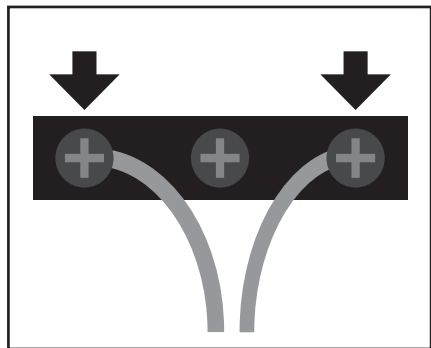

Fig. 22
3. Verwijder afdekkapje limietschakelaar. Kabel aansluiten op buitenste 2 pinnen van limietschakelaar (Fig. 22).